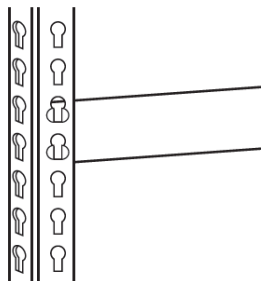

Рис.2 Сборка стойки и стяжки
5.2 Возьмите стойку и металлическую стяжку, длина которой будет соответствовать длине стеллажа и установите ее на стойке на необходимой высоте с внутренней стороны стойки, вставив «усы» стяжки в круглые отверстия стойки, а затем, приложив усилие, опустить ее вниз до упора (Рис.2).